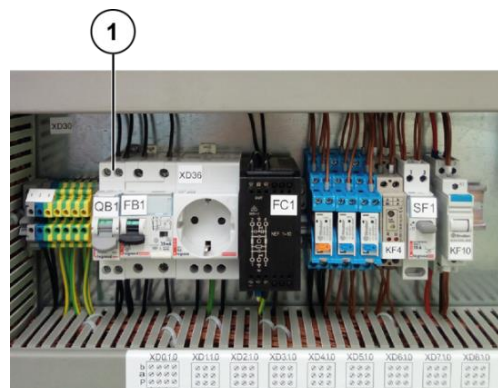

Abb. 9: Netzblock mit Hauptschalter QB1
- ▶ Abb.9: Verbinden Sie den Pluspol (+) der Batterie A mit der roten Anschlussleitung.